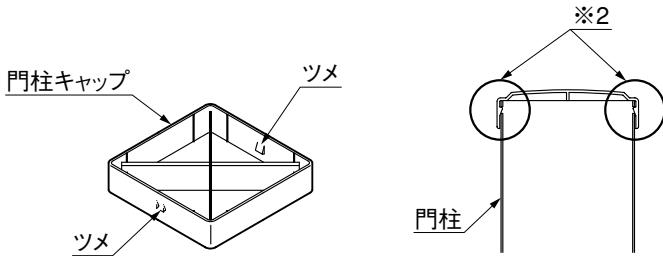

図2-1
- ② 門柱キャップを確実にかぶせてください。(図2-1参照)